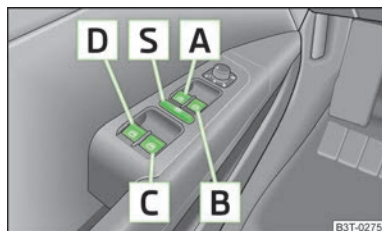

Fig. 23
- Si se transporta niños en los asientos traseros, se recomienda poner fuera de funcionamiento los elevalunas eléctricos de las puertas traseras (conmutador de seguridad) **[S]** » fig. 23 de la página 42.
Las teclas para las diferentes ventanillas se encuentran en el apoyabrazos de la puerta del conductor » fig. 23, en la puerta del acompañante y en las puertas traseras » fig. 24 de la página 43.
Se puede poner fuera de servicio de las teclas en las puertas posteriores pulsando el interruptor de seguridad **S** » fig. 23. Se ponen de nuevo en funcionamiento las teclas en las puertas traseras pulsando repetidamente el conmutador de seguridad **S**.